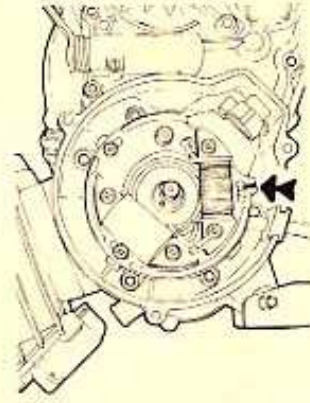

FIG. 11 Segni di riferimento
- 5) Prima di rimuovere lo statore, fare due segni di riferimento corrispondenti, uno sulla sede nel semicaratter, e l'altro sulla piastra statore, per consentire l'esatto posizionamento all'atto del rimontaggio (fig. 11).